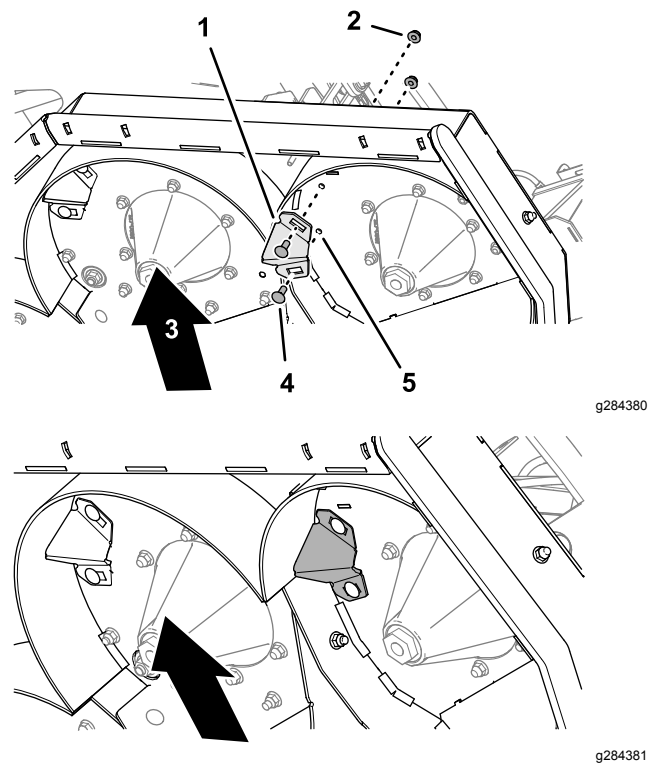

Bild 27
6. Befestigen Sie die Anschlussstücke der Ablenkleche mit zwei Schlosssschrauben ($\frac{3}{8}$ " x 1") und zwei Sicherungsbundmuttern ($\frac{3}{8}$ ") am Mähwerk (**Bild 27**).
5. Richten Sie auf der linken Seite des Mähwerks die Schlitzte im Anschlussstück des Ablenklechs mit den beiden 10 mm Löchern 1 aus, die Sie in das Mähwerk gebohrt haben (**Bild 27**).